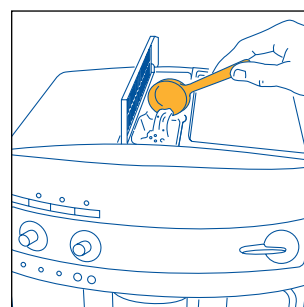

Fig.19
2. Løft i midten af låget, kom en måleske formålet kaffe i tragten (fig. 19) og gå derefter frem som beskrevet i afsnit 5.